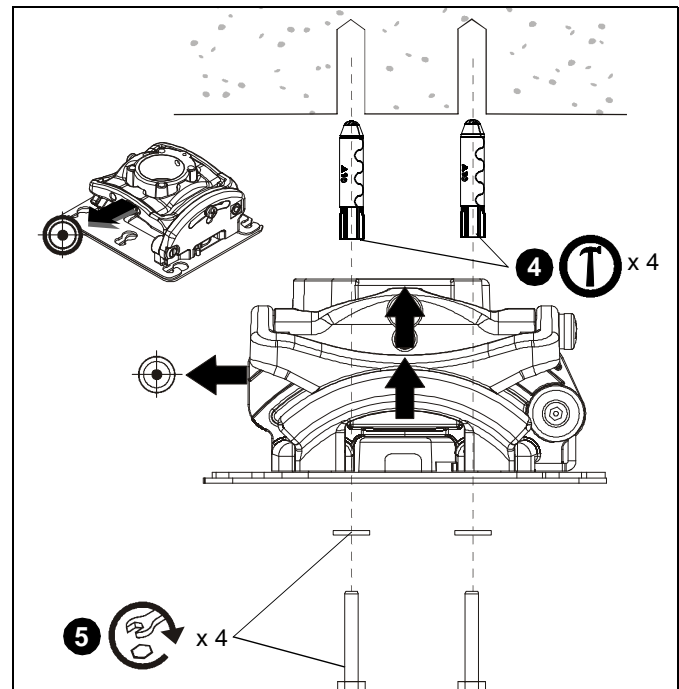

Abb. 9
5. Befestigen Sie die RPME mit vier 1/4"-Unterlegscheiben und vier Nr.10-24" x 3"-Holzschrauben (nicht mitgeliefert) an der Konstruktion. (Siehe Abb. 9)